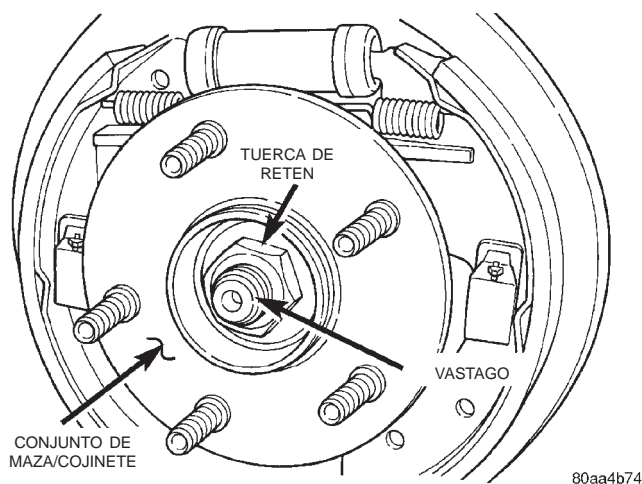
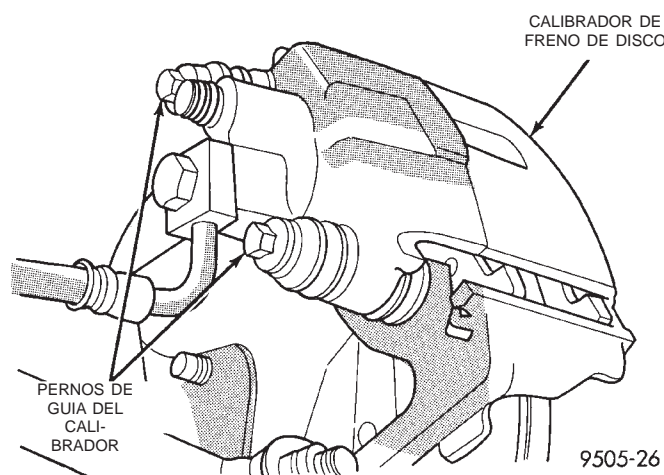

Fig. 101 Tuerca de retén del conjunto de maza/cojinete
Fig. 102 Pernos de guía del calibrador
(5) Retire la tuerca de retén (Fig. 101) que fija el conjunto de maza/cojinete en el vástago trasero.
(1) Emplace el conjunto de maza/cojinete en el vástago trasero.
(2) Instale **una tuerca de maza nueva** (Fig. 101) y apriétela con una torsión de 217 N·m (160 lbs. pie).
(3) Instale la tapa guardapolvo en el conjunto de maza/cojinete con un martillo de metal blando.
(4) En los vehículos con freno de tambor instalado, monte el tambor de freno en el conjunto de maza/cojinete. En el caso de vehículos con frenos de disco traseros instalados, monte el rotor en el conjunto de maza/cojinete.
(5) En los vehículos con frenos de disco instalados, monte el calibrador de freno de disco en el adaptador. Instale los dos pernos de guía (Fig. 102) que fijan el calibrador del freno de disco al adaptador. Apriete los pernos de guía con una torsión de 22 N·m (192 lbs. pulg.). Para informarse sobre el procedimiento de instalación del calibrador requerido, consulte Servicio de frenos de disco traseros en este grupo del manual de servicio.